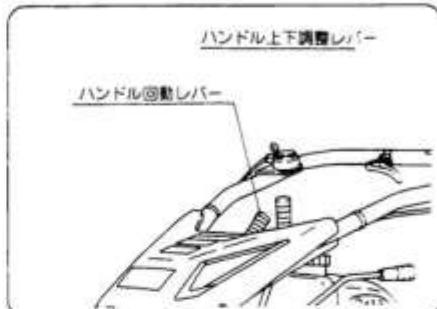

図22
- ①ハンドル左右の調整は、ハンドル回転レバーを下方向に押して（ハンドルを少し持ち上げると楽に動く）左右方向に移動してください。（図22）
- ②ハンドル上下調節レバーを握りますとハンドルの高さを作業及び身長に合った位置でご使用ください。